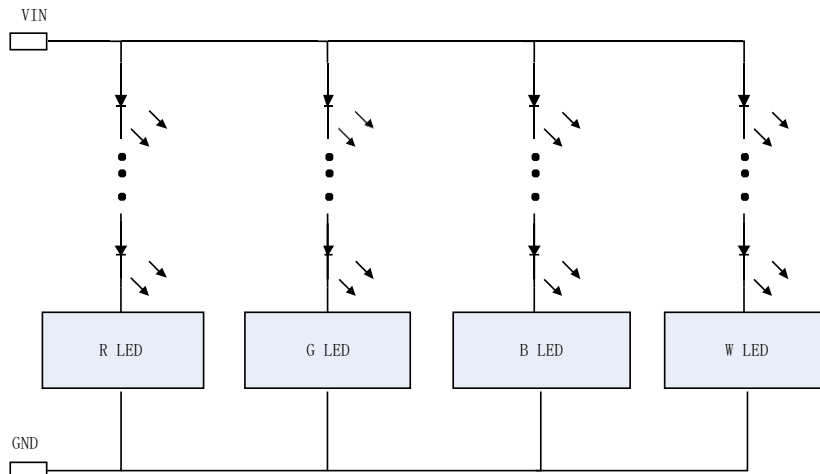

图 11.1 四路共阳连接电路示意图
5. 当 DX7003 系统工作在 RGBW 并联工作时，多路系统与 LEDs 模组连接推荐共阳布线，示意图见图 11.1，四路 RGBW LEDs 系统布局布线见图 11.2；